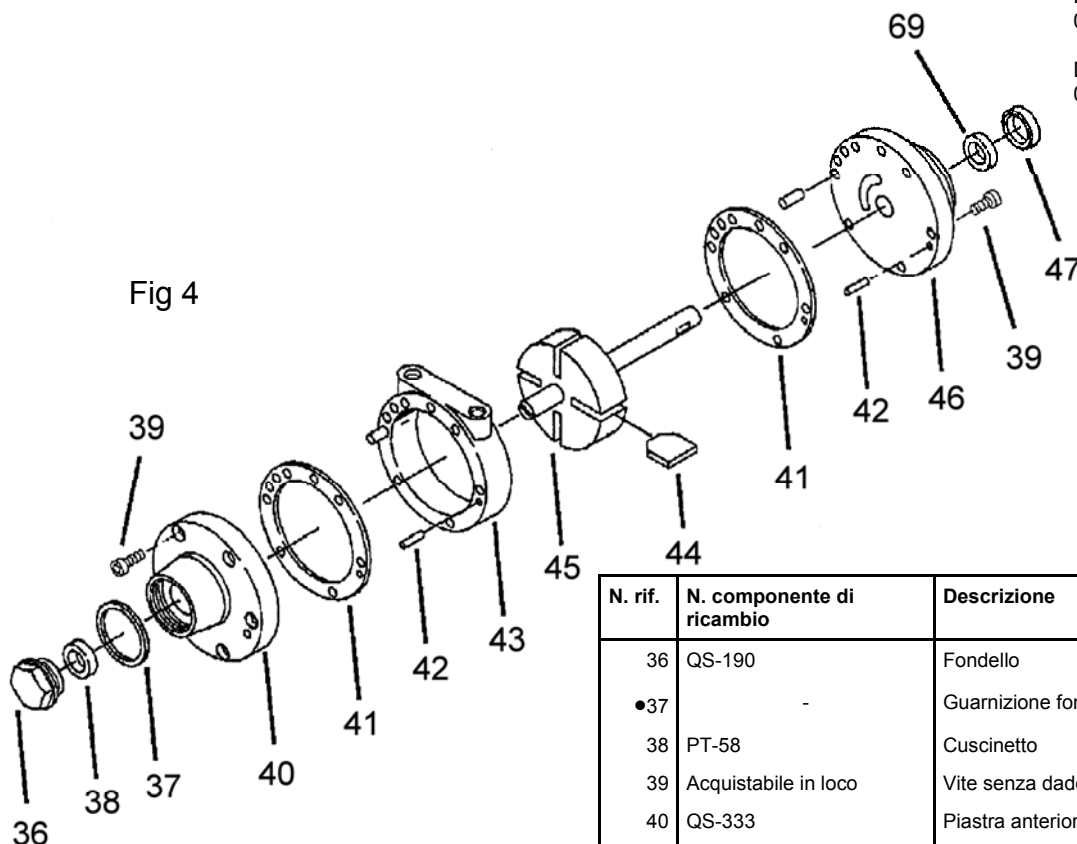

Fig 4
• Compreso nel kit di riparazione del motore dell'aria KK-5001-1. Vedi fig 4 per l'elenco completo dei componenti del kit.